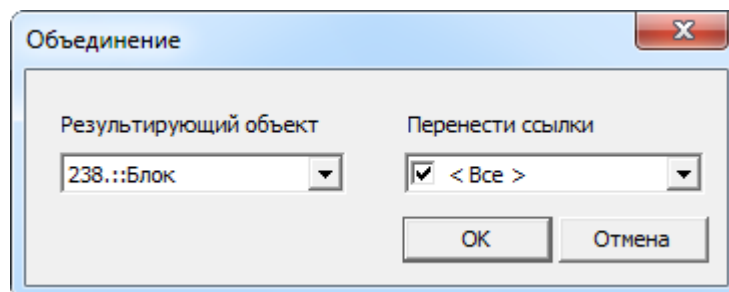

Рис. 10-38 – Диалоговое окно «Объединение»
3) В открывшемся диалоговом окне «Объединение» в поле «Результирующий объект» выбрать один из отмеченных компонентов, который требуется оставить (рис. 10-38)